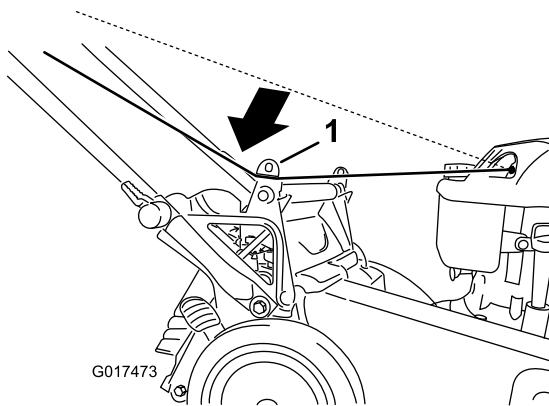

Figura 28
1. Pase la cuerda del arrancador alrededor de la guía de cuerda inferior (Figura 28).